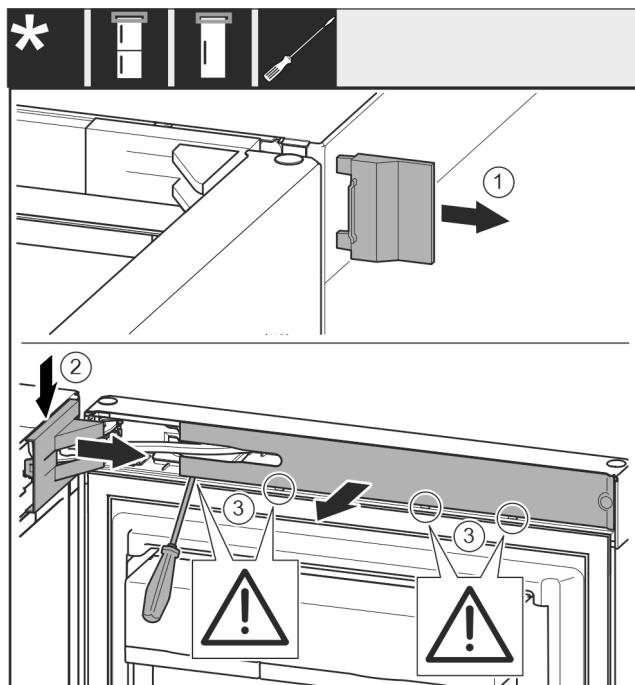

Fig. 7
- Свалете външния капак. Fig. 7(1)
► Освободете и развойте капака на лагерната стойка. Свалете капака на лагерната стойка. Fig. 7(2)
- Освободете капачката с плоска отвертка и я завъртете настрани. Fig. 7(3)